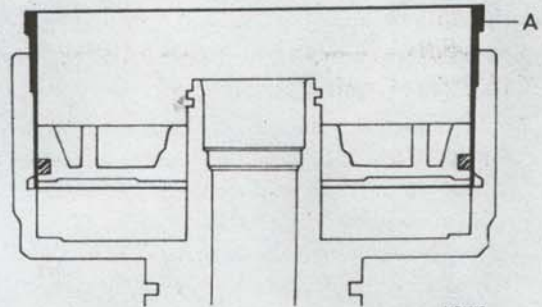

Bild 67. Montering av kolv för bakre koppling.
12. Montera tätningringarna för kolven. Använd monteringsring SVO 2534 och montera kolven i kopplingshuset, se bild 67.